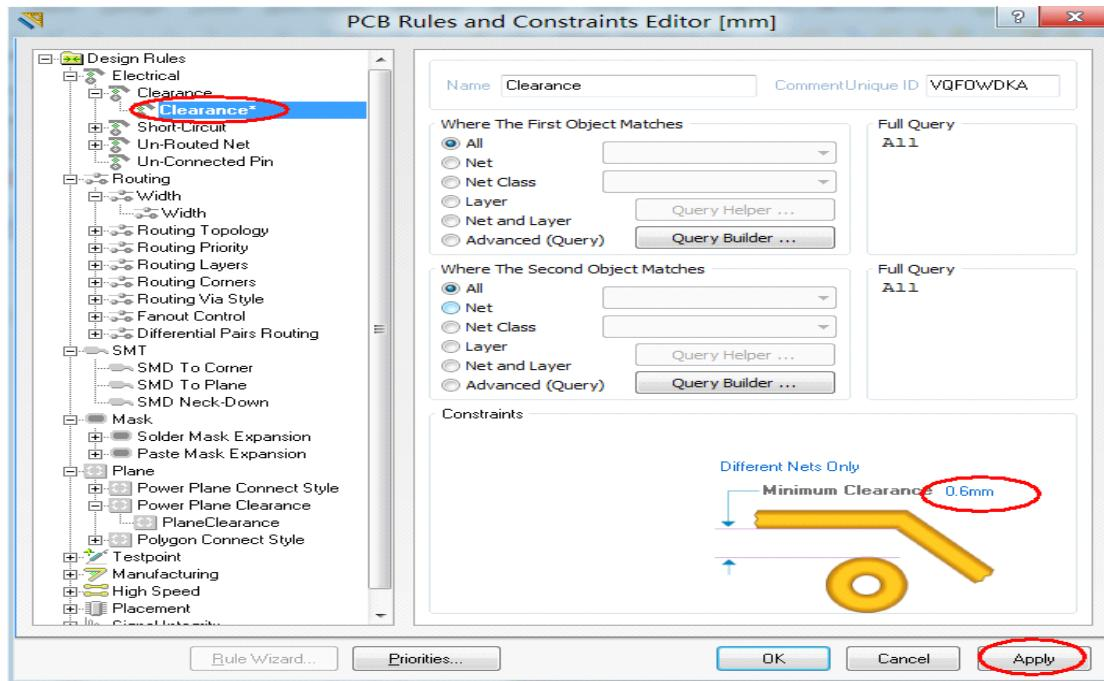

图 6-6.72 导线间距设置
**Step2:** 进行间距设置。如图 6-6.72 所示。